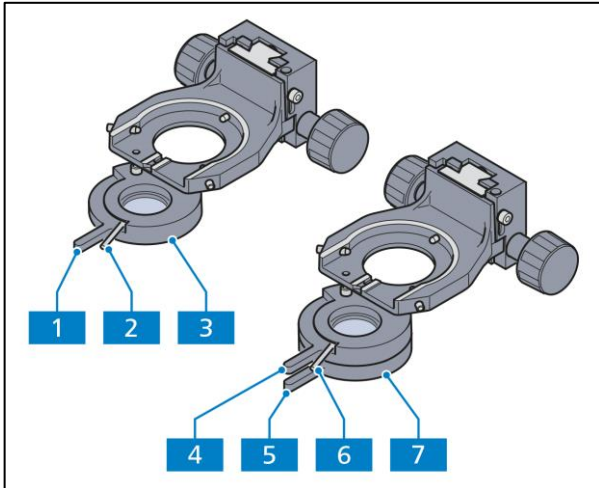

Abb. 2-21 Polarisatoren
Polarisator D, 90° drehbar, ausschaltbar (Abb. 2-21/3)
- Polarisator über Griff (Abb. 2-21/1) ein-/ausschwenkbar
- Polarisator mit Hebel (Abb. 2-21/2) um 90° drehbar
Polarisator fest mit Lambdaplatte, drehbar (Abb. 2-21/7)
- Polarisator über Griff (Abb. 2-21/5) ein-/ausschwenkbar
- Lambdaplatte über Griff (Abb. 2-21/4) ein-/ausschwenkbar
- Lambdaplatte mit Hebel (Abb. 2-21/6), drehbar